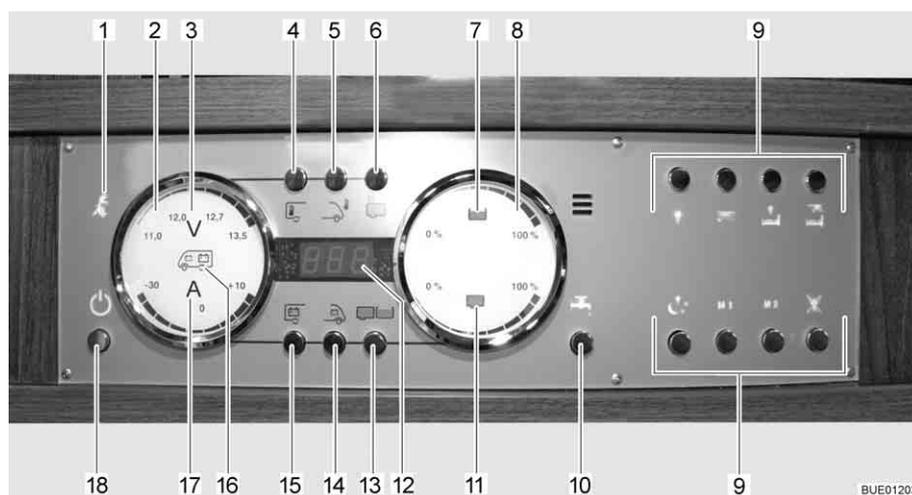

Fig. 108 Panel LT 510
Se enciende la luz de control de 230 V (Fig. 108,1) cuando hay tensión de red en la entrada del bloque eléctrico.
El interruptor principal de 12 V (Fig. 108,18) conecta y desconecta el panel y la alimentación de 12 V del habitáculo.
- Pulsar la tecla de la alimentación de 12 V (Fig. 108,18) brevemente. La alimentación de 12 V del habitáculo está conectada. La visualización de control "12 V" está encendida.
- ▷ En caso de que después de la conexión parpadeen tanto el LED "11,0" de la visualización de voltios así como el símbolo Voltios "V" (Fig. 108,3) en el instrumento indicador Baterías (Fig. 108,2), será demasiado baja la tensión de la batería del habitáculo. Cargar la batería.
- ▷ En caso de que después de la conexión parpadeen tres veces la visualización de control 12 V y el símbolo Voltios V (Fig. 108,3), estará activada la separación de batería. Desactivar la separación de batería.
- Pulsar la tecla de la alimentación de 12 V (Fig. 108,18) brevemente. La alimentación de 12 V del habitáculo está desconectada. La visualización de control "Alimentación de 12 V" se apagará.
- Pulsar la tecla Batería del habitáculo (Fig. 108,15) y mantenerla pulsada aprox. 10 segundos. El símbolo Voltios "V" (Fig. 108,3) y la visualización de control "12 V" parpadearán tres veces. La batería del habitáculo está separada de la red de a bordo de 12 V.
- Pulsar la tecla de la alimentación de 12 V (Fig. 108,18) y mantenerla pulsada aprox. 5 segundos. El símbolo Voltios "V" (Fig. 108,3) y la visualización de control "12 V" parpadearán tres veces. La batería del habitáculo está conectada a la red de a bordo de 12 V. La visualización de control estará encendida durante aprox. 5 segundos.
- Pulsar la tecla Batería del habitáculo (Fig. 108,15). El símbolo Voltios "V" (Fig. 108,3) estará encendido. Según la carga o la descarga, el símbolo Amperios "A" (Fig. 108,17) estará iluminado de color blanco o rojo. La tensión de la batería y la corriente de la batería del habitáculo se visualizan a través de LEDs en el instrumento indicador.
- Pulsar la tecla Batería del motor de arranque (Fig. 108,14). El símbolo Voltios "V" (Fig. 108,3) estará encendido. La tensión de la batería del motor de arranque es visualizada a través de LEDs en el instrumento indicador.
- Pulsar la tecla Depósitos (Fig. 108,13). Los símbolos Depósito de agua (Fig. 108,7) y Depósito de aguas residuales (Fig. 108,11) estarán encendidos. Los niveles de llenado del depósito de agua (escala superior) y del depósito de aguas residuales (escala inferior) serán visualizados a través de LEDs en el instrumento indicador.
El símbolo Depósito de agua (Fig. 108,7) o el símbolo Depósito de aguas residuales (Fig. 108,11) parpadeará si el depósito de agua está vacío o el depósito de aguas residuales está lleno.
A través del visualizador digital (Fig. 108,12) es posible visualizar la temperatura interior y la temperatura exterior.
- Pulsar la tecla Temperatura interior (Fig. 108,4). Indica la temperatura interior.
- Pulsar la tecla Temperatura exterior (Fig. 108,5). Indica la temperatura exterior.